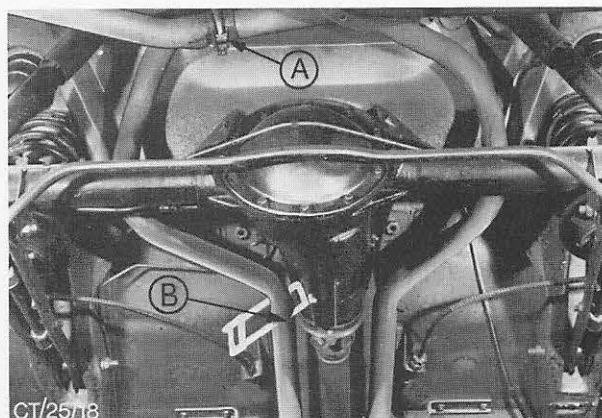

Abb. 27 A = Rechtes Rohr an dieser Verbindungsstelle trennen
1. Ist der auszuwechselnde Auspuffabschnitt ein Teil der ursprünglichen Produktionsanlage, linkes Auspuffrohr 750 mm hinter dem linken Vorschalldämpfer durchsägen, Abb. 27 B.
2. Klemmschelle, Abb. 27 A, an der Verbindungsstelle zwischen rechtem Vorschalldämpferrohr und hinterer Anlage abbauen.